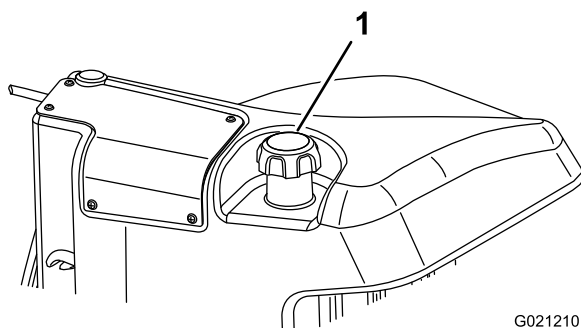

Figura 32
3. Retire a tampa do depósito de combustível (Figura 32).